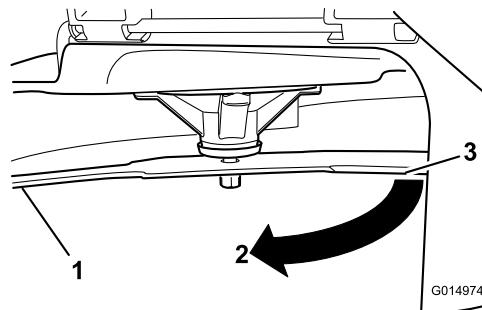

Figure 55
3. Mesurez la distance entre la lame et la surface (A)
4. Tournez la même lame de 180 degrés pour amener l'autre tranchant à la même position (Figure 55).